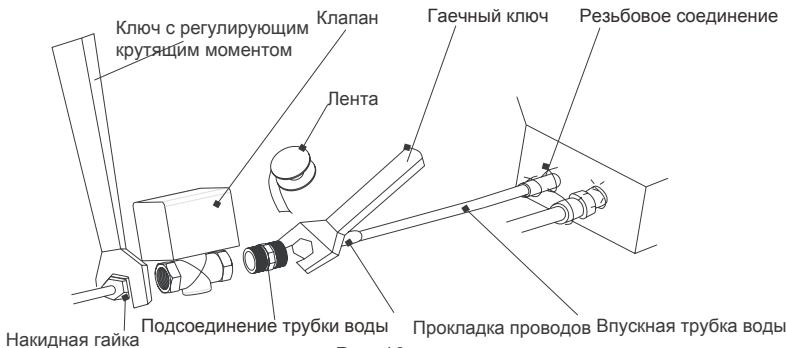

Рис. 16
(1) Установка моторного вентиля должна быть выполнена как показано на Рис.16: сначала соедините один конец трубного соединения с патрубком подачи воды на блоке, а к другому подсоедините клапан с электроприводом, затем, на конец клапана с электроприводом закрутите конусную гайку. Во время установки, используйте гаечный ключ и ключ с регулирующим крутящим моментом; крутящий момент должен быть в пределах 90 н·м². Убедитесь в безопасном соединении.